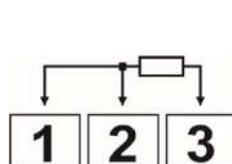

Figura 12 – Conexão para Pt100 de 3 fios
- **RTD (Pt100):** A Figura 12 mostra como fazer a conexão Pt100 para 3 condutores. Para uma compensação adequada do comprimento do cabo, devem-se utilizar condutores de mesma bitola e comprimento. Para Pt100 de 4 fios, deixar um condutor desconectado no controlador. Para Pt100 de 2 fios, utilizar terminais de curto-circuito 1 e 2.